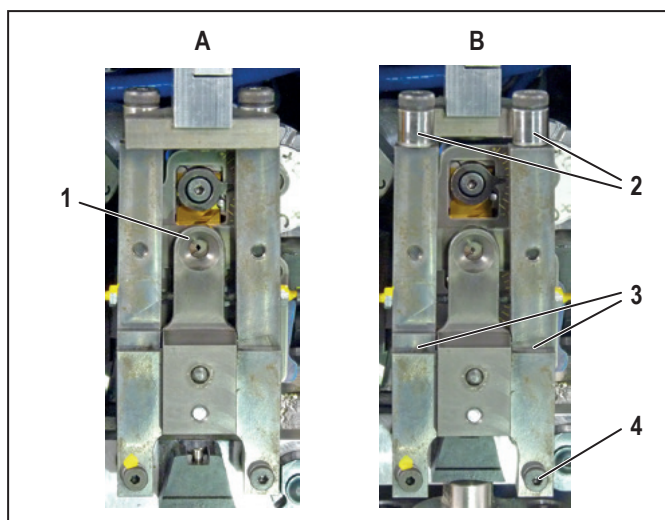

Bild 7.4 Montagehållare för flertrådiga ledare i driftposition (A) och dragen framåt (B)
- Dra montagehållaren för flertrådiga ledare framåt (bild 7.4, B).
- Kontrollera att valsarna (2) kan röra sig fritt. Smörj valsarnas rotationspunkter vid behov.
- Smörj rotationspunkterna (3) på montagehållaren för flertrådiga ledare.
- Se till att montagehållaren för flertrådiga ledare är i frontläge (bild 7.4, B).
- Ta bort den nedre högra skruven på montagehållaren för ledare (bild 7.4, 4).